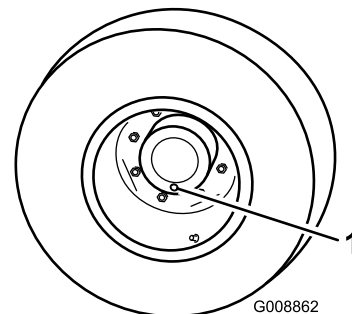

图 48
1. 将机器放在水平地面上将车轮放置为 1 个检查塞在最低6点钟位置 (图 48)。